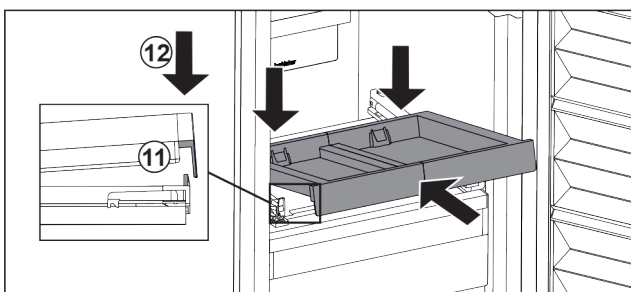

Fig. 22
- ▶ Schuin erin schuiven. Zorg ervoor dat de aanslag aan beide zijden achter de lip is. *Fig. 22 (11)*
- ▶ Uitschuifplateau aan voorzijde neerzetten. *Fig. 22 (12)*